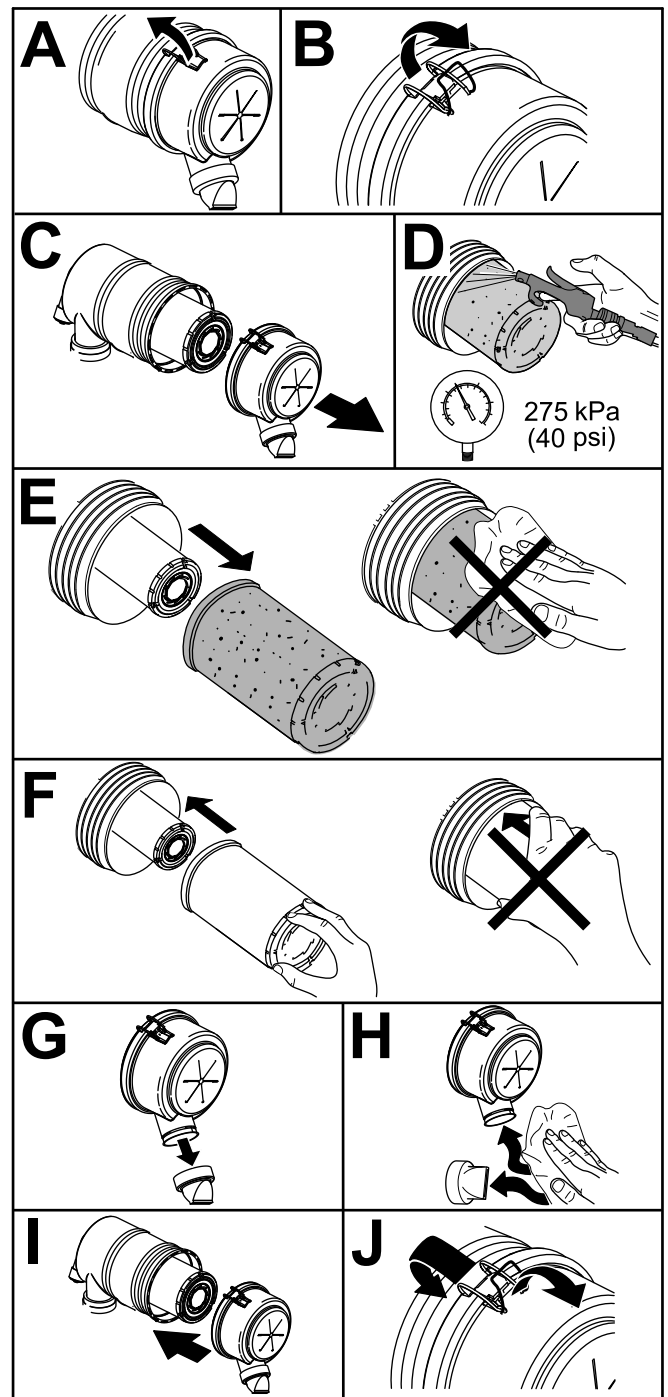

**Figura 55**
Revise el elemento del limpiador de aire únicamente cuando el indicador de restricción (Figura 55) lo requiera. El cambiar el elemento del limpiador de aire antes de que sea necesario aumenta la posibilidad de que entre suciedad en el motor al retirar el elemento.
2. Reinicie el indicador de restricción (Figura 55) si se ve rojo.